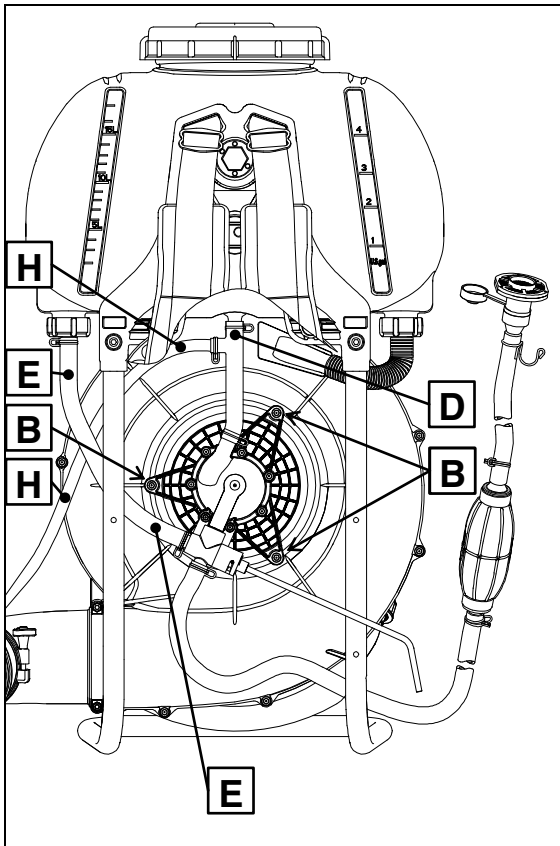

Figura 5 Montaje la bomba PSR y conectar los tubos
- Observando la Figura 5, conecte el tubo **D** (presente en la parte superior de la bomba) al enganche situado en la parte inferior del depósito. Fije el tubo **D** con el abrazadera.